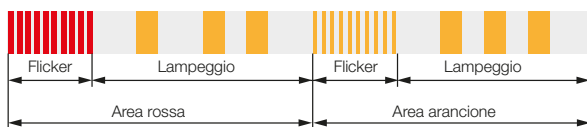

Fig. 8-1: Segnalazione ottica di più avvisi
Nell'esempio di Fig. 8-1 nel campo rosso appaiono gli avvisi 1 e 2. Nel campo arancione appare l'avviso 3.
- Area rossa in Fig. 8-1
- Area arancione in Fig. 8-1